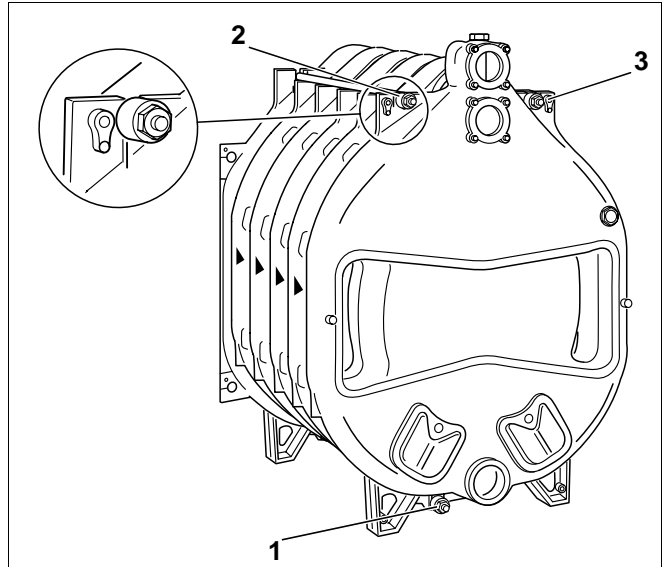

Fig. 17 Montering af stagbolte
- Sæt de tre stagbolte med de påsatte fjederpakker ind i beslagene på de dertil beregnede placeringer (Fig. 17, pos. 1, 2 og 3). Når stagboltene sættes i, skal du sørge for, at fjederpakkerne bliver monteret på kedlens bagside.